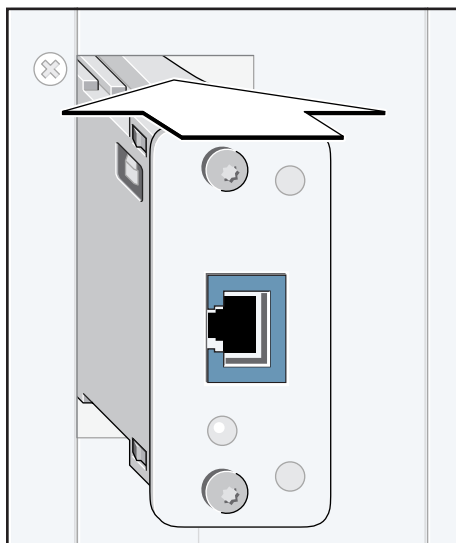

Fig. 2: Exemplo: Encaixe do módulo de interface
2. Encaixar o módulo de interface IMenip no local de encaixe previsto no componente do sistema até sentir que alcançou o fim de curso (exemplo na Fig. 2).